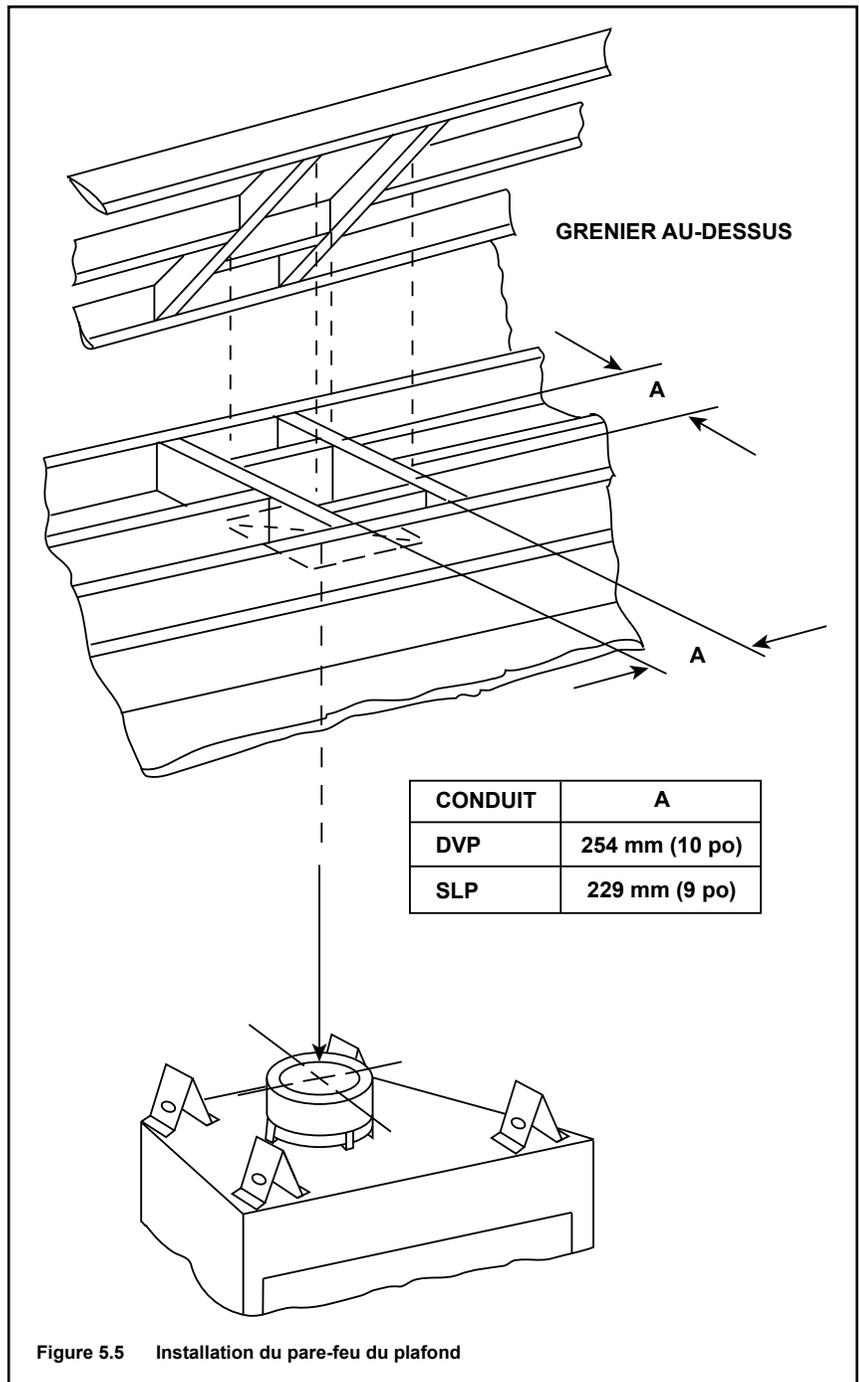

Figure 5.5 Installation du pare-feu du plafond
- **Conduit SLP seulement** – Ouverture d'un cadre de 229 x 229 mm (9 po par 9 po) quand le conduit d'évacuation traverse un plancher/plafond (voir la figure 5.5).